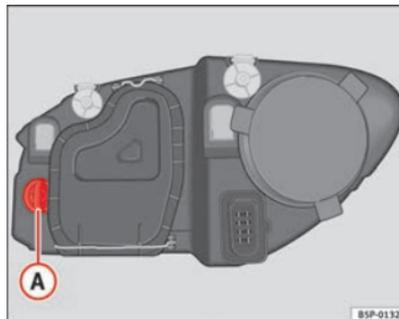

Fig. 189 Lâmpada das luzes indicadoras de mudança de direcção
- Rode o porta-lâmpadas → Fig. 189 **A** para a esquerda e puxe.